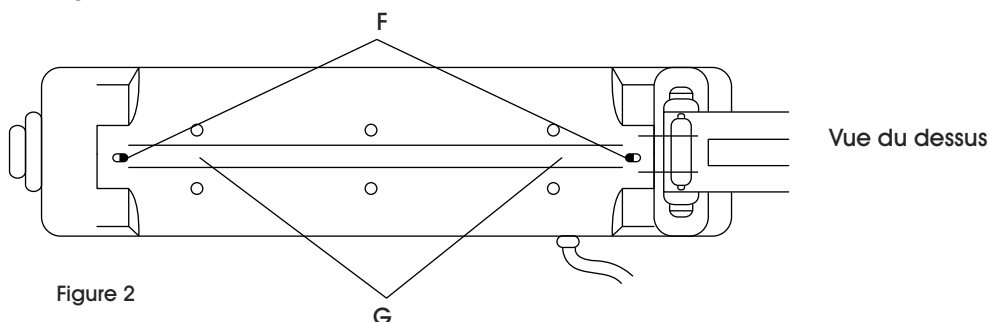

Figure 2
3. Après avoir retiré les plaques de protection métalliques, les rubans en PTFE et l'élément, nettoyez la surface de scellage (G) avec un nettoyant jusqu'à l'élimination de la colle et des débris. Un dissolvant d'adhésif est recommandé. (Voir Figure 2)
4. Retirez la pellicule protectrice du ruban adhésif en PTFE. Appliquez uniformément sur la scelleuse. Le ruban en excès doit s'étendre jusqu'aux bornes de branchement (F). Si l'élément entre en contact avec quoi que ce soit de métallique, la scelleuse se court-circuite. (Voir Figure 2)